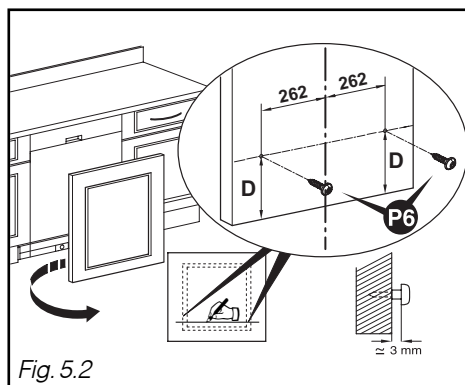

Fig. 5.2
- Calculez la cote **D = A - B**, tracez un trait à la cote **D** à l'arrière du panneau, en partie basse. (Fig. 5.2)
- Positionnez les deux emplacements de vis à 262 mm de l'axe du panneau bois. Mettre les 2 vis **P6**. (Fig. 5.2)